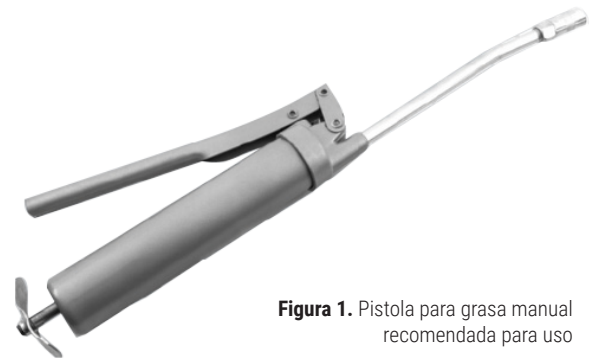

Figura 1. Pistola para grasa manual recomendada para uso
- Use solamente una pistola para grasa manual (de mango/palanca) para el servicio de relubricación. Las pistolas para grasa eléctricas y neumáticas están diseñadas comúnmente para aplicar un alto volumen y una salida sostenida, lo cual puede sobrellenar rápidamente la parte, y causar daño a la protección para el polvo y el sello. **Vea la Figura 1.**